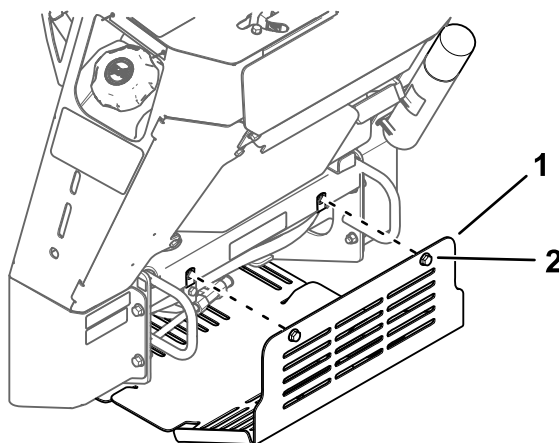

Figura 21
3. Afloje secuencialmente los 2 pernos que sujetan el protector inferior hasta que el deflector quede libre (Figura 21).